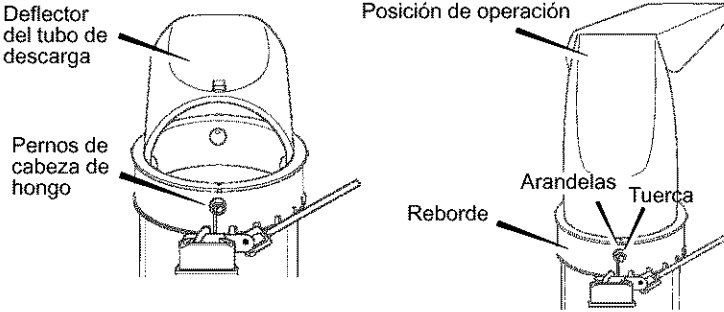

Figura 67
1. Quite el **perno cabeza de hongo**. Vea la Figura 67.